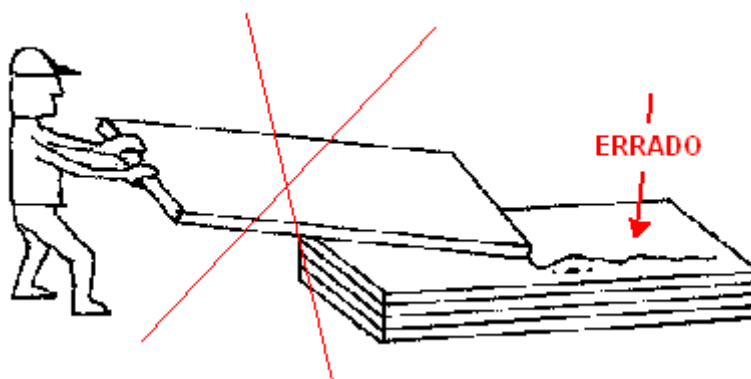

Figura 7 – Modo incorreto de carregar ou descarregar
3.3 Não arraste as portas ao serem descarregadas, pois poderão danificar ou até mesmo inutilizar o material (figura 7). Se isto acontecer, haverá uma taxa de transporte fora o material a ser substituído.